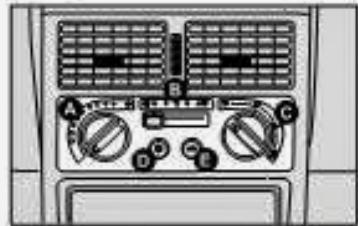

fig. 30
COMANDOS fig. 30
- 1) Seletor para a temperatura do ar **A**-fig. 30 totalmente posicionado à esquerda.
- 2) Seletor do ventilador **B**-fig. 30 posicionado na velocidade máxima.
- 3) Seletor de distribuição do ar **C**-fig. 30 apontado para ; controlar para que todas as saídas de ar estejam totalmente abertas.
- 4) Ligar o ar-condicionado apertando o botão **D**-fig. 30.
O ar-condicionado é muito útil para acelerar o desembacamento, pois desumidifica o ar. É suficiente regular os comandos para a função de desembacamento e ativar o condicionador, apertando o botão D-fig. 30.
- 1) Condicionador de ar ligado: botão D-fig. 30.